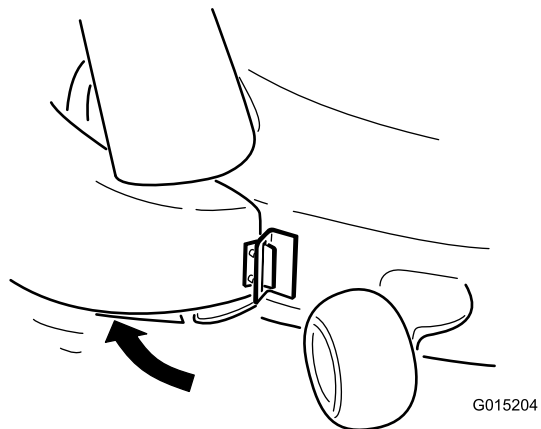
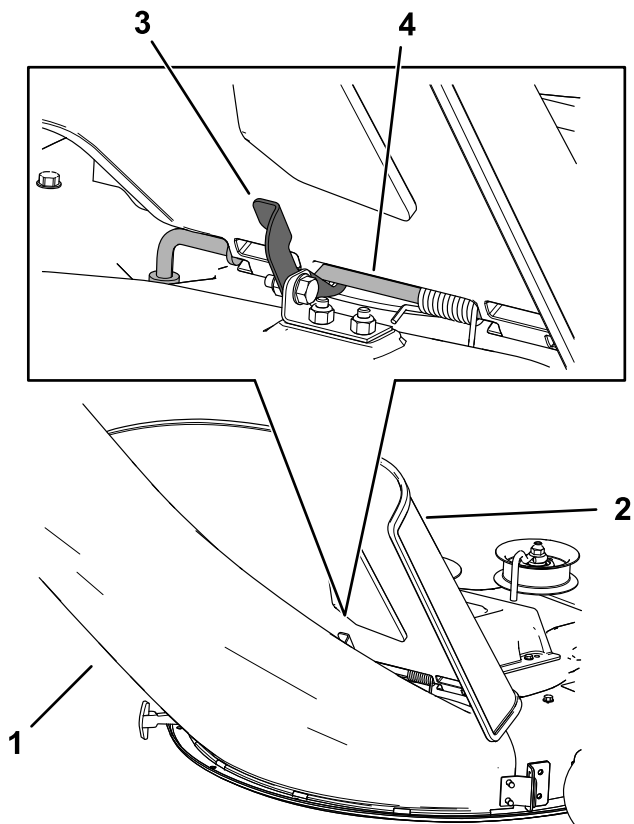

Figura 15
Figura 16
4. Na gornjem delu bacača, zakačite bravu u obliku kuke oko okretne šipke sklopa usmerivača (Figura 15 i Figura 16).